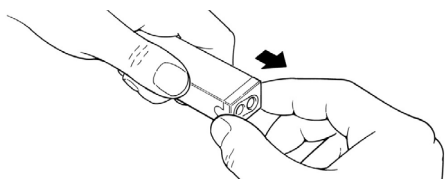

Abb. 2
- 3 Die Box von RC2 öffnen und den "Stopfen der Kabeldurchführung" öffnen, wie auf Abbildung 2 gezeigt.